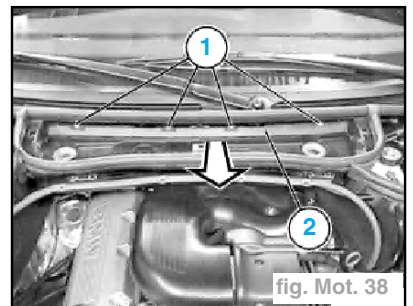

fig. Mot. 38
- le micro filtre et le demi-boîtier supérieur, (fig. Mot. 38)